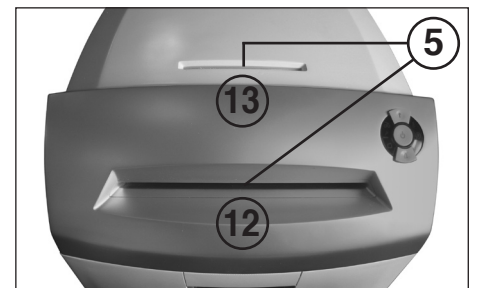

Fig. 3
5 = Fotocellula (avanzamento) (Fig. 3)
12 = Vano di alimentazione carta (Fig. 3)
13 = Vano di alimentazione carta di sicurezza (Fig. 3)
Inserire **carta** nella taglierina attraverso il vano di alimentazione (12) (Fig. 3).
Inserire nella taglierina i **supporti dati** (CD, DVD oppure carte di credito) singolarmente attraverso il vano di alimentazione di sicurezza posizionato separatamente (13) (Fig. 3).